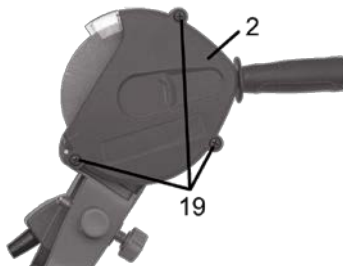
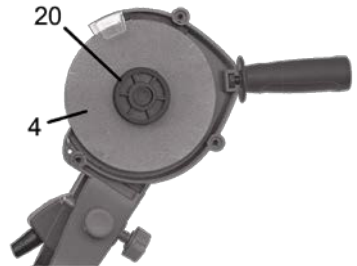

Рисунок 7
Рисунок 8
Для заміни абразивного диска необхідно зняти захисний кожух диска (2), викрутивши гвинти (19, рисунок 7). Потім зафіксувати заточувальний диск (4) і відкрутити фіксатор диска (20, рисунок 8). Замінити диск на новий і виконати наведені вище дії у зворотній послідовності.